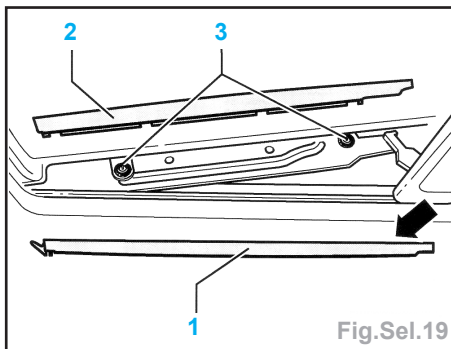

Fig.Sel.19
- Installer par en haut le couvercle en verre du toit ouvrant/relevable et serrer légèrement les vis de fixation (3) (Fig.Sel.19).
- Accrocher à l'arrière le cache supérieur (2) et le clipser au centre et devant (Fig.Sel.19).
- Pousser vers l'arrière le cache inférieur (1) en direction de la flèche et l'accrocher à l'avant.
- Déclipser le cache inférieur (1) derrière (flèche) et l'enlever de l'encadrement du toit en le tirant vers l'avant (Fig.Sel.19).
- Déclipser le cache supérieur (2) à l'avant et au milieu et le décrocher derrière.